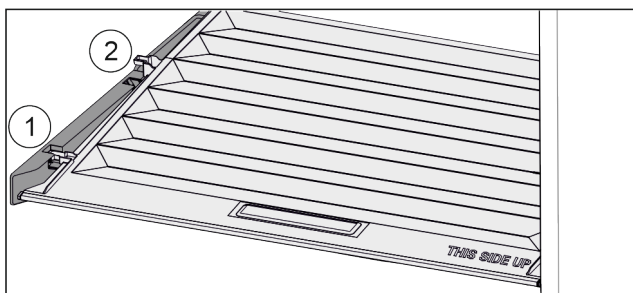

Fig. 59
- ▶ Vytáhněte víko dopředu až k otvoru v přídržných dílech Fig. 59 (1).
- ▶ Vzadu zespodu nadzvedněte a vyjměte směrem nahoru Fig. 59 (2).